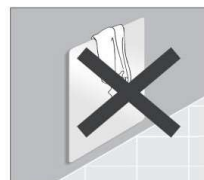

Fig 6
- Si raccomanda di non coprire mai l'apparecchio per evitare surriscaldamenti pericolosi. (Fig. 6)